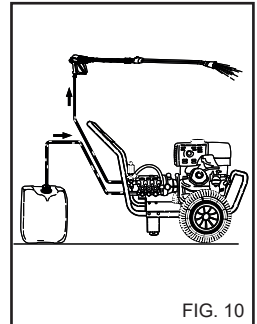

FIG. 10
1) Efter användningen med rengöringsmedel, skölj sugkretsen, sätt i rengöringsmedlets sugslang (fig. 10) i en ren vattendunk och sätt igång pumpen under 1 minut med doseringskranen helt öppen och sprutröret i läge för spridning av rengöringsmedlet.
- 4) Efter användningen med rengöringsmedel, skölj sugkretsen, sätt i rengöringsmedlets sugslang (fig. 10) i en ren vattendunk och sätt igång pumpen under 1 minut och sprutröret under vattenflödet.